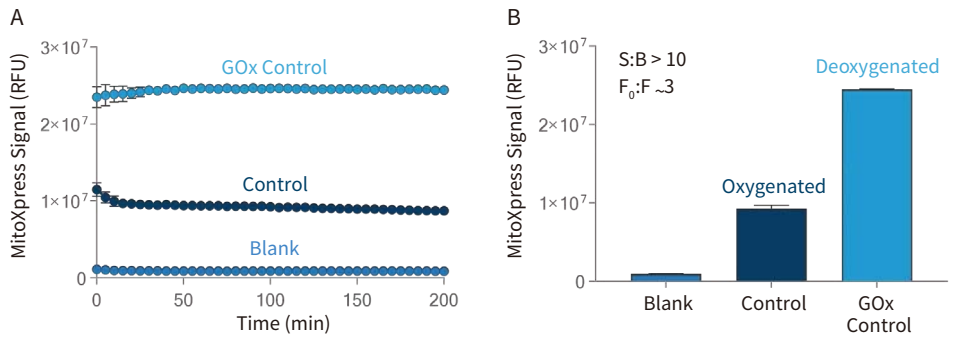

图 1 空白与信号倍数增长的确定。(A) 为空白孔和对照孔绘制信号跟踪图。数据轨迹的平均值是从第 15 点到第 20 点计算的，以避免初始温度平衡，并绘制在 (B) 计算信号空白比 (S:B) 以及信号倍数增长 (F₀:F) (n = 2, ± SD)
SpectraMax i3x 读板机获得了超过 10 倍的 S:B 值，如图 1 所示。为了确定信号的倍数增加，我们检测了一个用 GOx 进行脱氧的 GOx 对照 (F₀)。与加氧信号对照 (F) 相比，GOx 对照的信号大约增加了 3 倍，表明该检测方法的建立是正确的，并且正在检测氧耗量。